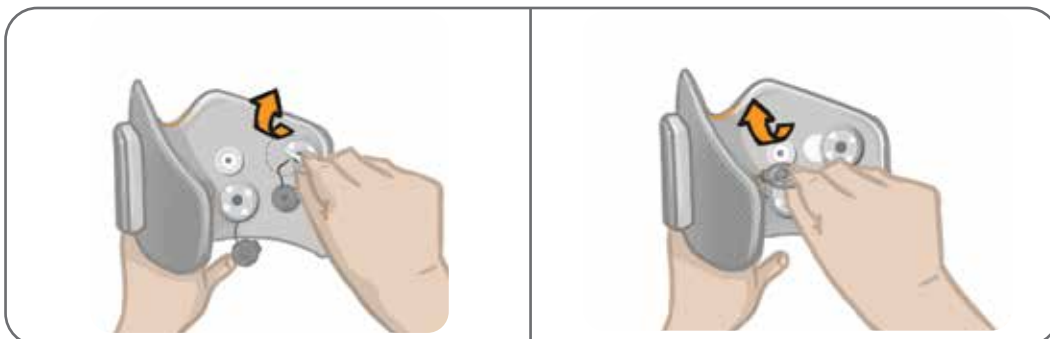

Bild 11-10: Fästa de nya elektrodbaserna (vänster)
4. Fäst de nya elektrodbaserna där de föregående baserna satt. Se bild 11-10.
5. Anslut elektrodbasernas klickfästen till kontakthålen. Se bild 11-10.